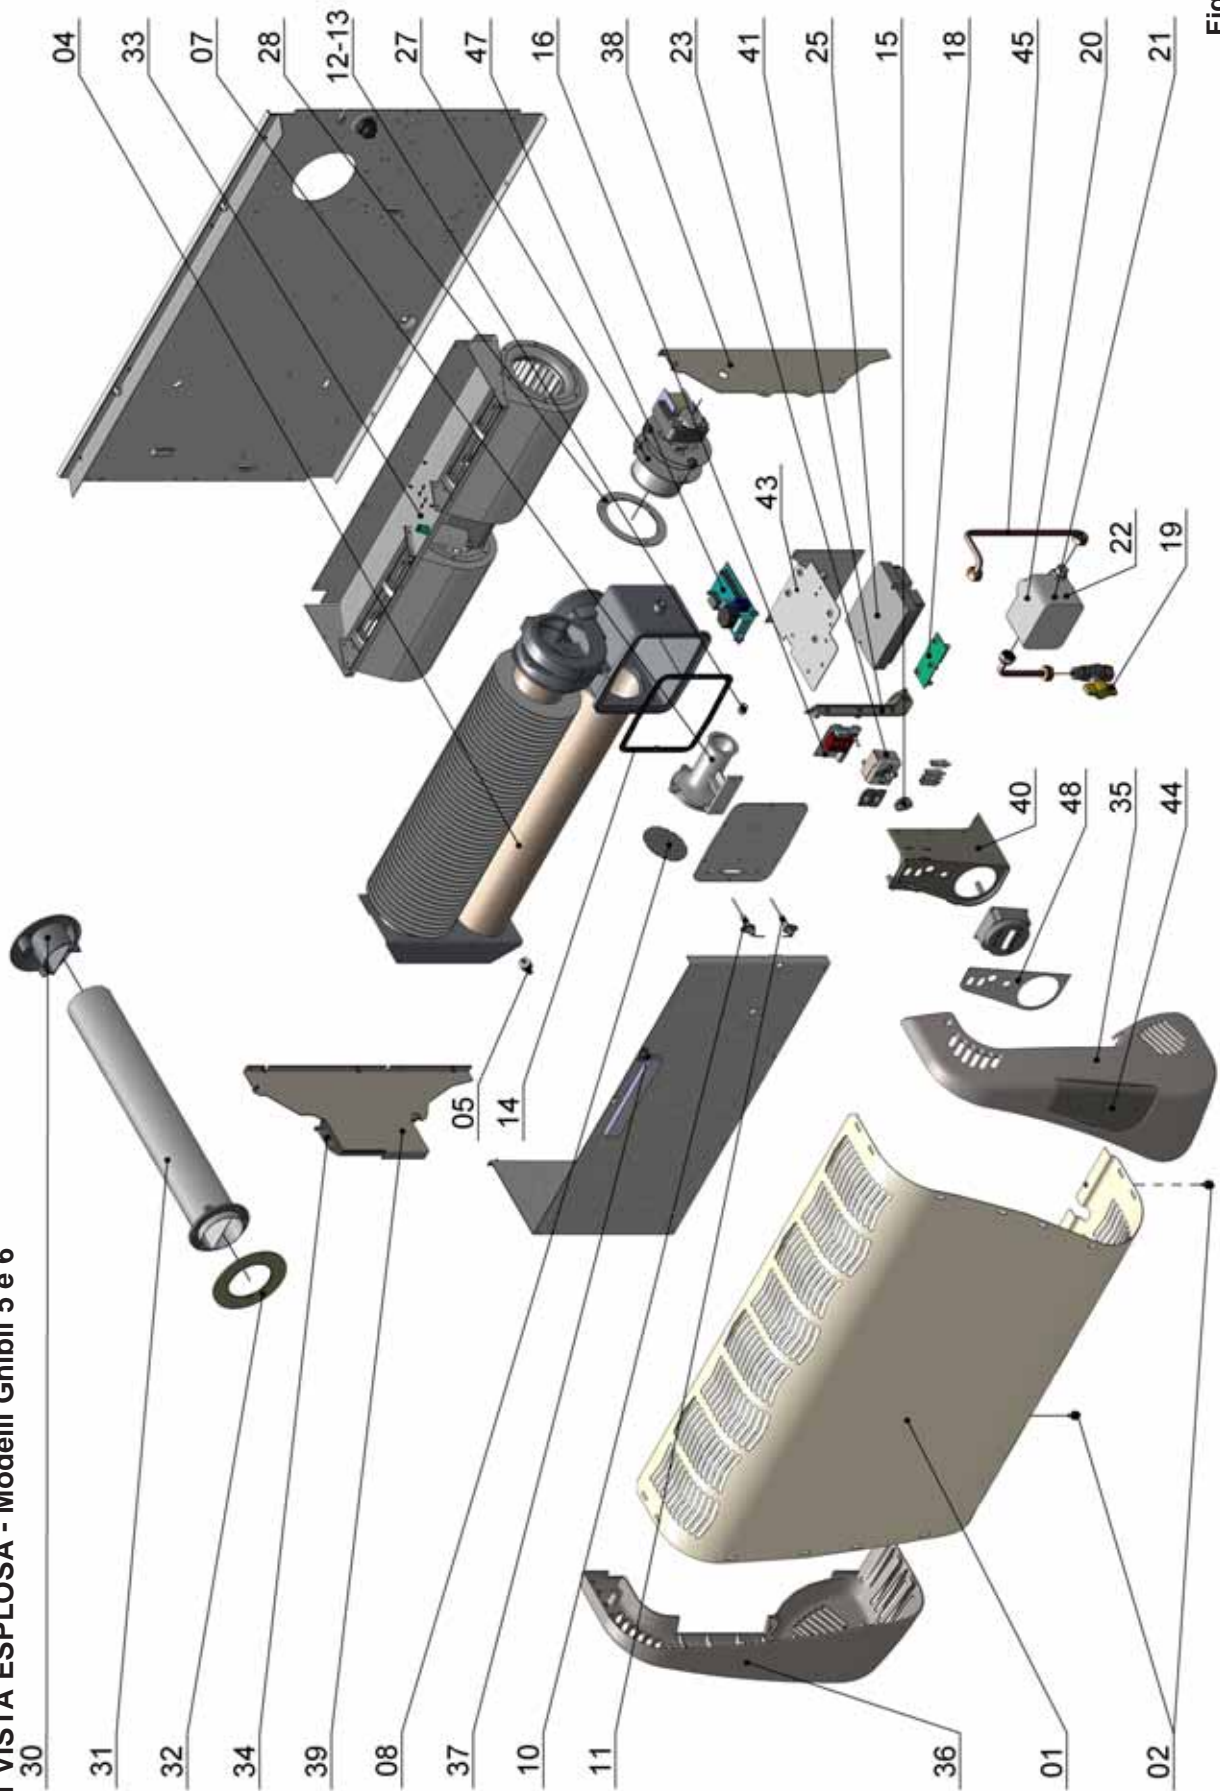

Fig. 6
**Legenda dei componenti Ghibli 5 e 6 (vedi fig.6)**